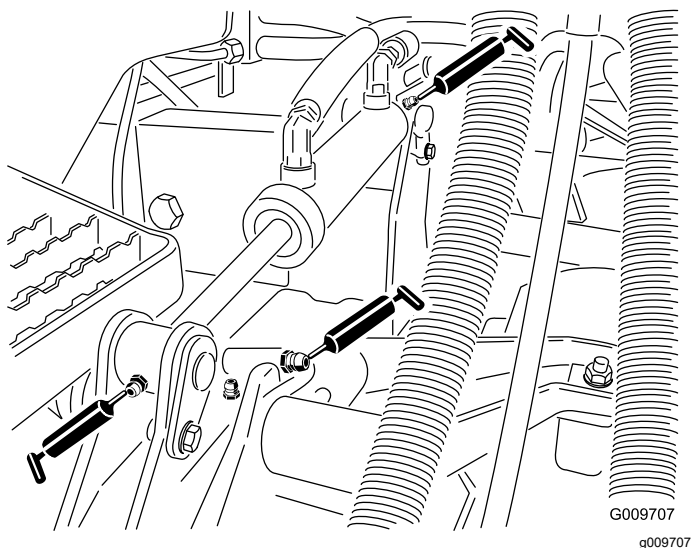

图 41
- 提升臂轴套每个滚刀组1个如图41所示
- 提升油缸轴套每个滚刀组2个如图41所示